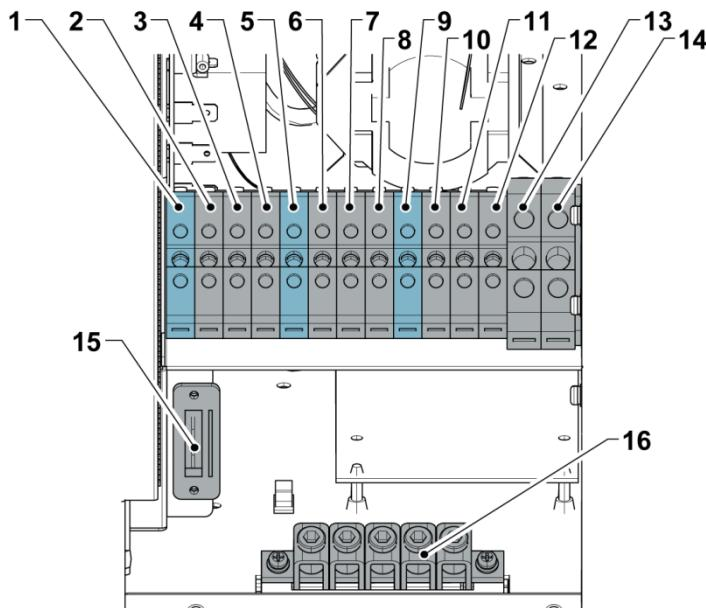
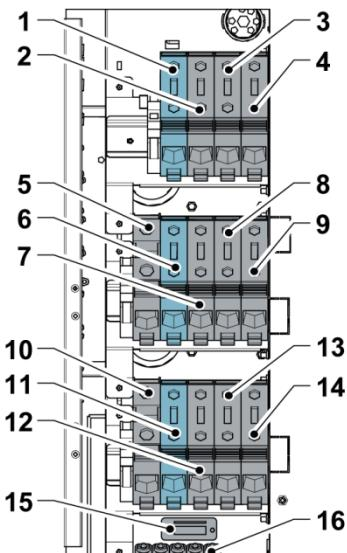

Рисунок 10. Клеммы силового кабеля ИБП 93PS 8-20 кВт
Рисунок 11. Клеммы силового кабеля ИБП 93PS 30-40 кВт
Клеммы силового кабеля показаны на Figure 10 и Figure 11.
- Присоедините кабели к соответствующим клеммным блокам, см. Figure 10 и Figure 11.